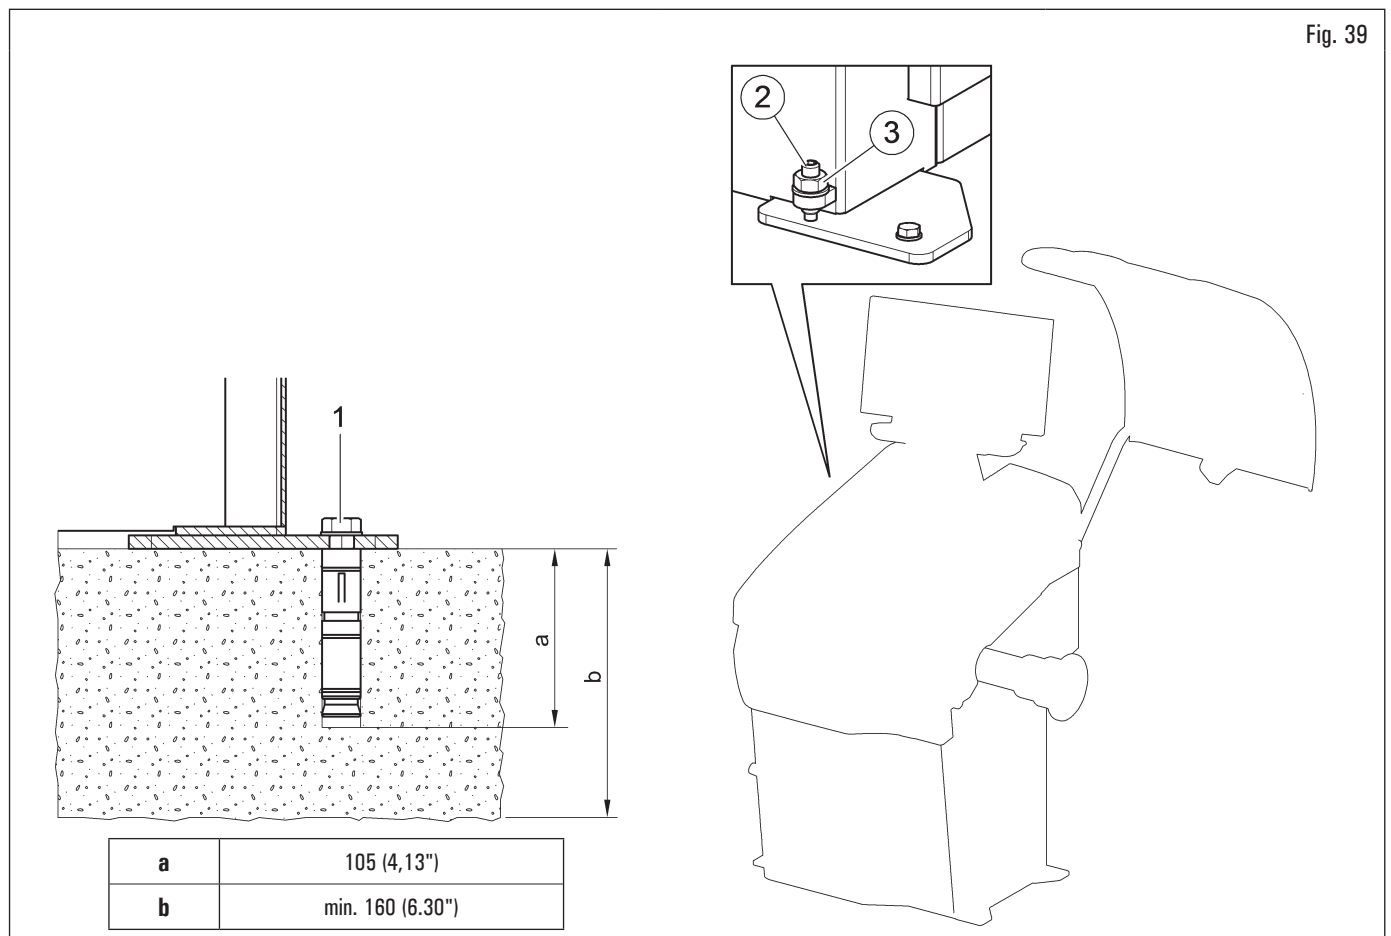

Fig. 39
L'équipement emballé est fixé à la palette de support par des trous sur le châssis indiqué dans la figure ci-dessous. Ces trous doivent également être utilisés pour la fixation au sol, en utilisant des ancrages appropriés pour le béton (non inclus). Avant de fixer au béton, vérifiez que tous les points d'ancrage sont plats, de niveau et en contact avec le sol. Dans le cas contraire, caler entre l'équipement et le sol, comme indiqué sur la Fig. 39.
Après avoir vérifié que l'équilibreuse est correctement mise à niveau, serrer l'écrou (Fig. 39 réf. 3) maintenant la vis avec une clé spéciale (Fig. 39 réf. 2)
- Pour fixer l'équipement au sol, utilisez des boulons et goupilles d'ancrage (Fig. 39 réf. 1) avec une tige filetée M8 (UNC 5/16) adaptée au sol sur lequel sera fixé l'équilibreuse et en nombre égal au nombre de trous de montage sur le châssis inférieur ;